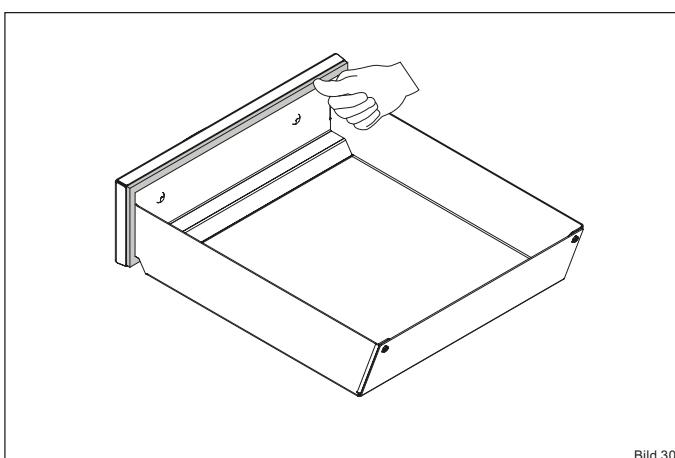

Bild 30
- Drücken Sie die neue Dichtung gleichmäßig in die Führung des Aschebehälters (Bild 30).